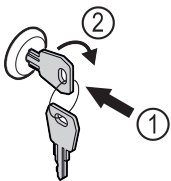

Fig. 158 Примерное изображение
- ▶ Вставьте ключ Fig. 158 (1).
- ▶ Поверните ключ на 90° по часовой стрелке Fig. 158 (2).